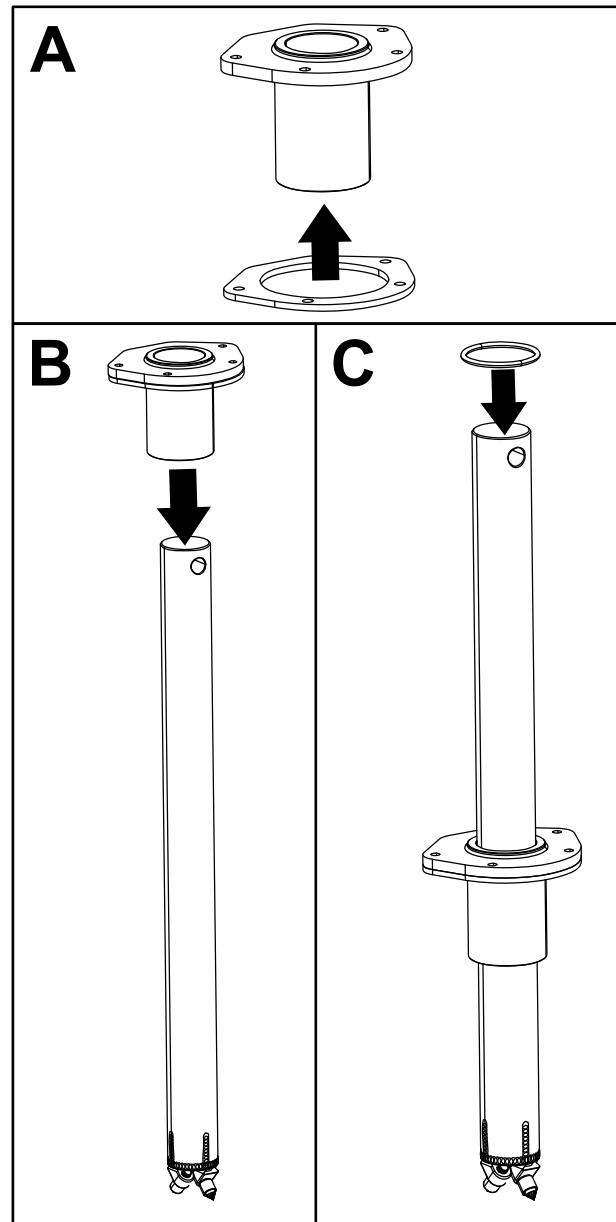
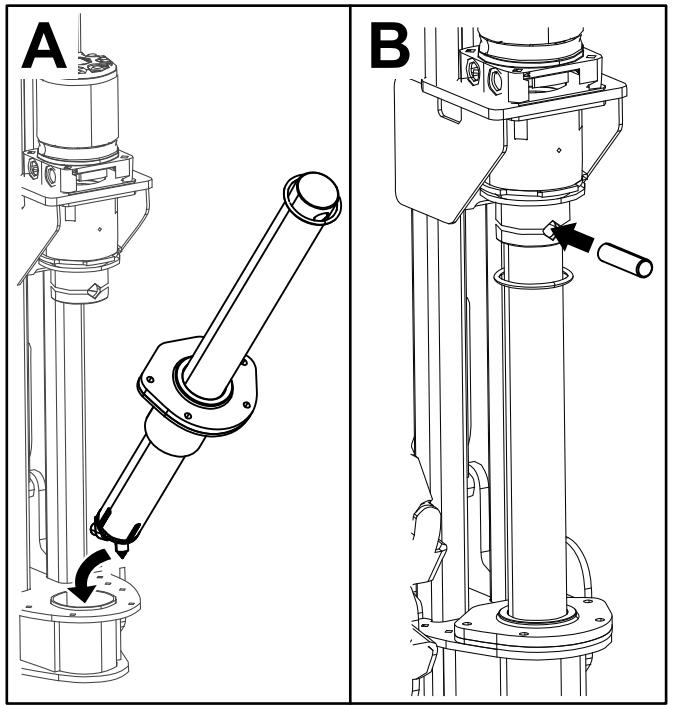
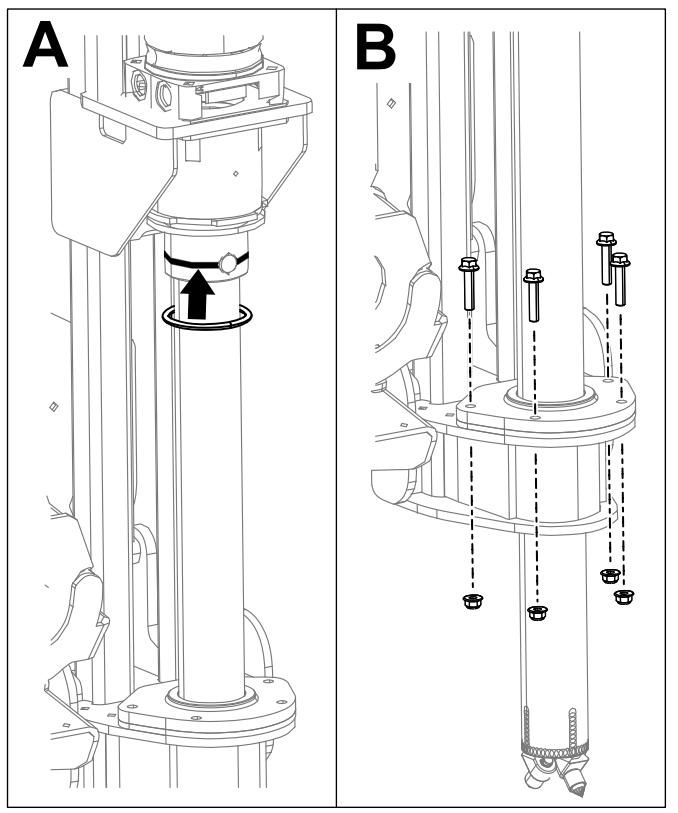

Рисунок 3
Рисунок 4
Рисунок 5
1. Надвиньте направляющую стойки и плоскую приставку на верхнюю часть стойки для скальных пород, как показано на Рисунок 3.
2. Установите уплотнительное кольцо на стойку и установите стойку на машину, как показано на Рисунок 3 и Рисунок 4.
3. Совместите отверстие в стойке с отверстием в двигателе и закрепите ее штифтом с уплотнительным кольцом (Рисунок 4 и Рисунок 5).